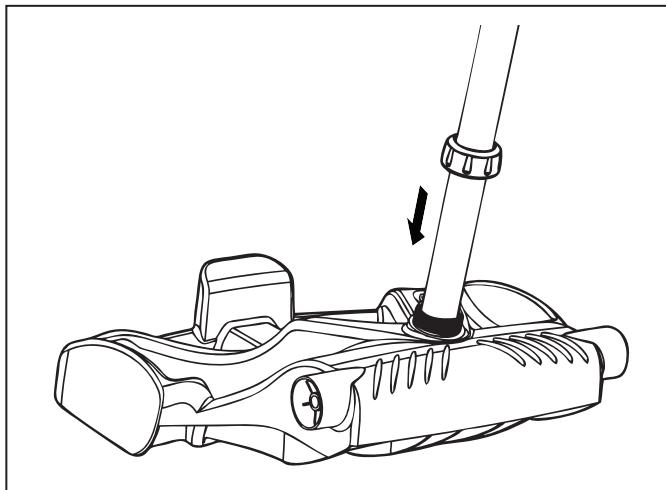

Figura 4. Atornille la tuerca para asegurar el mango de metal
4. Deslice la tuerca por el tubo y gírela para ajustarla a la unidad base (Figura 4).